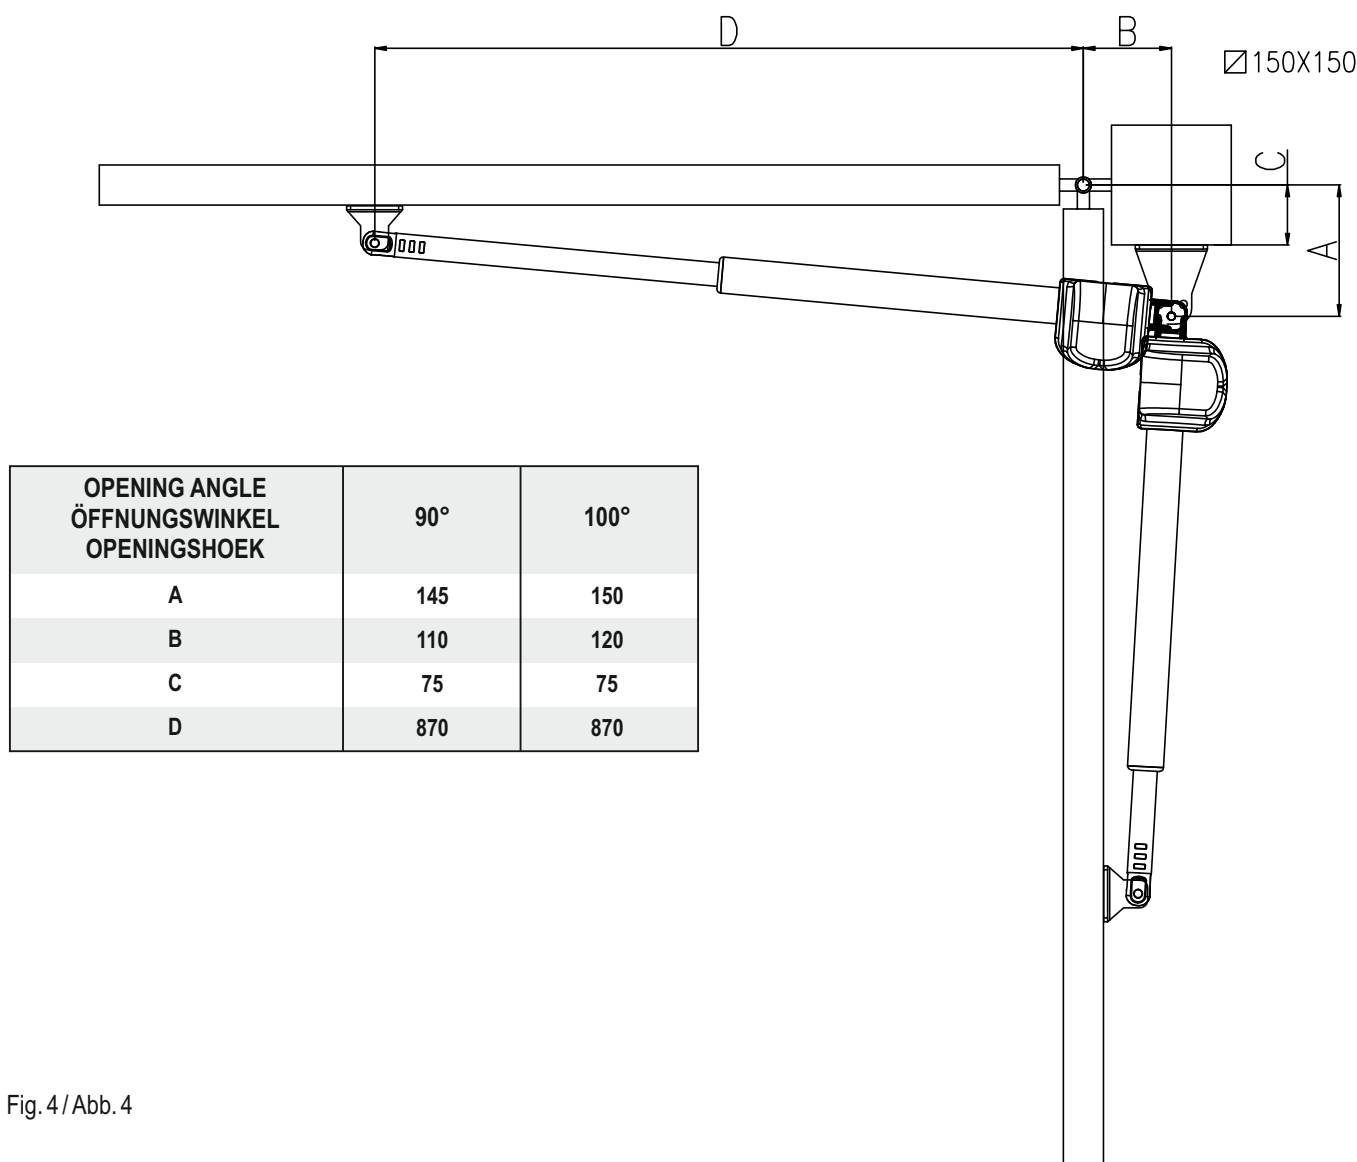

Fig. 4 / Abb. 4
To obtain an opening of at least 90°, the sum of a+b (fig.4) must not exceed the distance of the rod stroke. To obtain an opening of over 90°, the sum of a+b must be less than the distance of the rod stroke. Some examples of installation are provided below. Measurements specified in the table are guideline only.
Um eine Öffnung von mindestens 90° zu erzielen, darf die Summe aus a+b (Abb. 4) das Maß des Kolbenwegs nicht übersteigen. Soll eine Öffnung von mehr als 90° erzielt werden, muss die Summe aus a+b kleiner als das Maß des Kolbenwegs sein. Im Folgenden werden einige Installationsbeispiele gegeben. Die Maßangaben in der Tabelle dienen lediglich als Anhaltspunkte.
Voor een openingshoek van tenminste 90° mag de totaalwaarde van a+b (afb.4) de slaglengte van de stang niet overschrijden.
1. Ensure that the piston is not at the end of its stroke. Check the installation measurements (fig.4).
1. Sicherstellen, dass der Kolben des Antriebs nicht am Endanschlag steht. Die Installationsmaße überprüfen (Abb. 4).